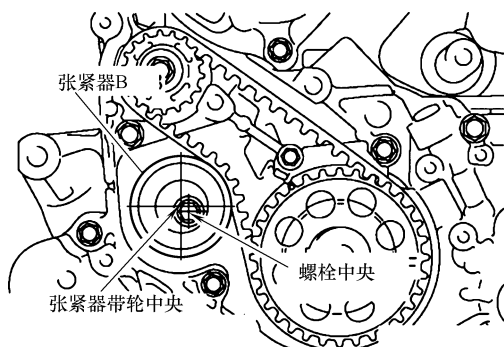

图 28-34 位置识别
- 3) 确认张紧器带轮和螺栓中央设置在图 28-34 所示的位置。